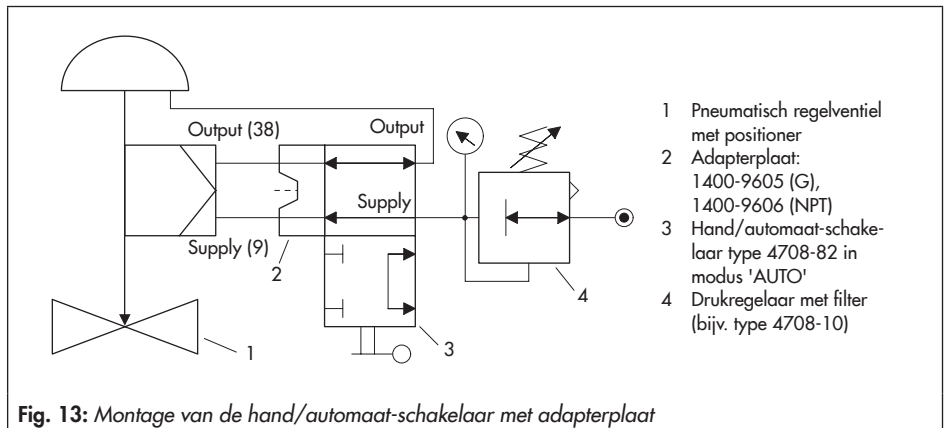

Fig. 13: Montage van de hand/automaat-schakelaar met adapterplaat
- Leiding van positioner en pneumatische aandrijving conform Fig. 13 uitvoeren.